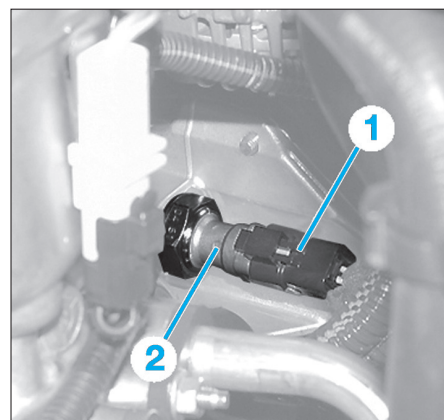

Fig. 12
- Débrancher le connecteur (1) puis déposer le manocontact de pression d'huile (2) (Fig.12).